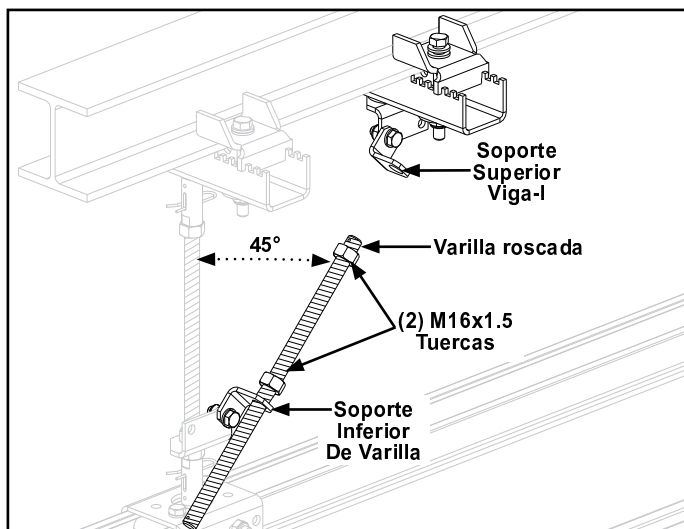

Figura 3-51
- Paso 10. Apriete (2) M12 x 100 mm HHCS, alternando ambos lados, hasta que el soporte de Viga-I este apretado pero que pueda deslizar sobre la viga para ajustes del refuerzo.
- Paso 11. Inserte varilla roscada en soporte de varilla inferior. Esta debe tener un Angulo de 45°. Vea Figura 3-51.
- Paso 12. Inicie (2) Tuercas M16 x 1.5 en la varilla roscada. Vea Figura 3-51.
- Paso 13. Inserte extremo de varilla roscada en soporte inferior de Viga-I. Vea Figura 3-51.